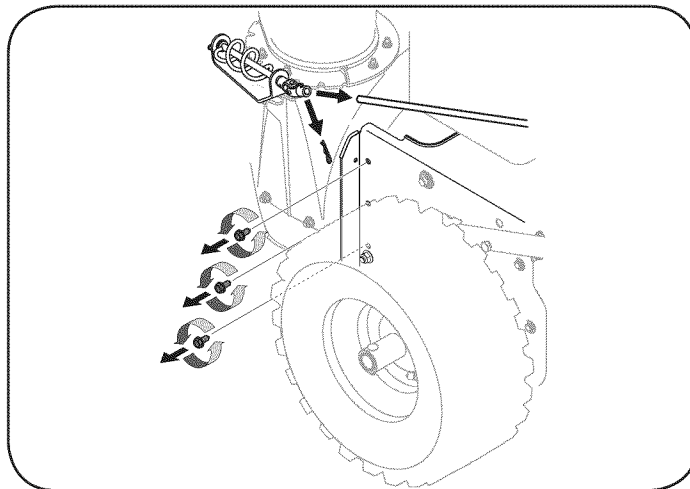

Figura 28
1. Retire la varilla de manivela de la tolva del conjunto manivela de la tolva al eliminar el clip de horquilla se muestra en la Figura 28. Mueva la barra de manivela de la tolva de distancia del conjunto como se muestra.
2. Retire tres tornillos auto-tap en ambos lados de la caja de transmisión como se muestra en la Figura 28.